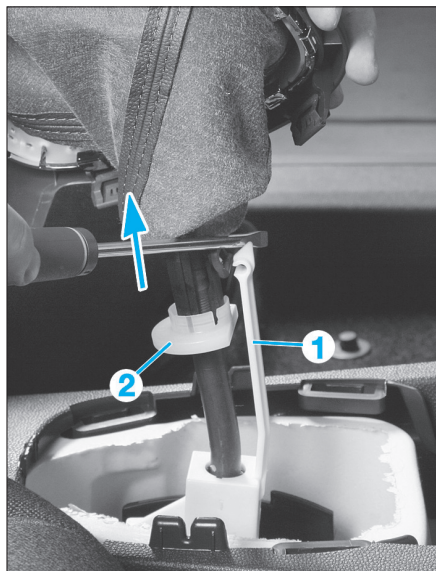

Fig. 14
- Dégrafer le raccord du verrouillage de marche arrière (1) du pommeau de levier de vitesses (Fig.14).